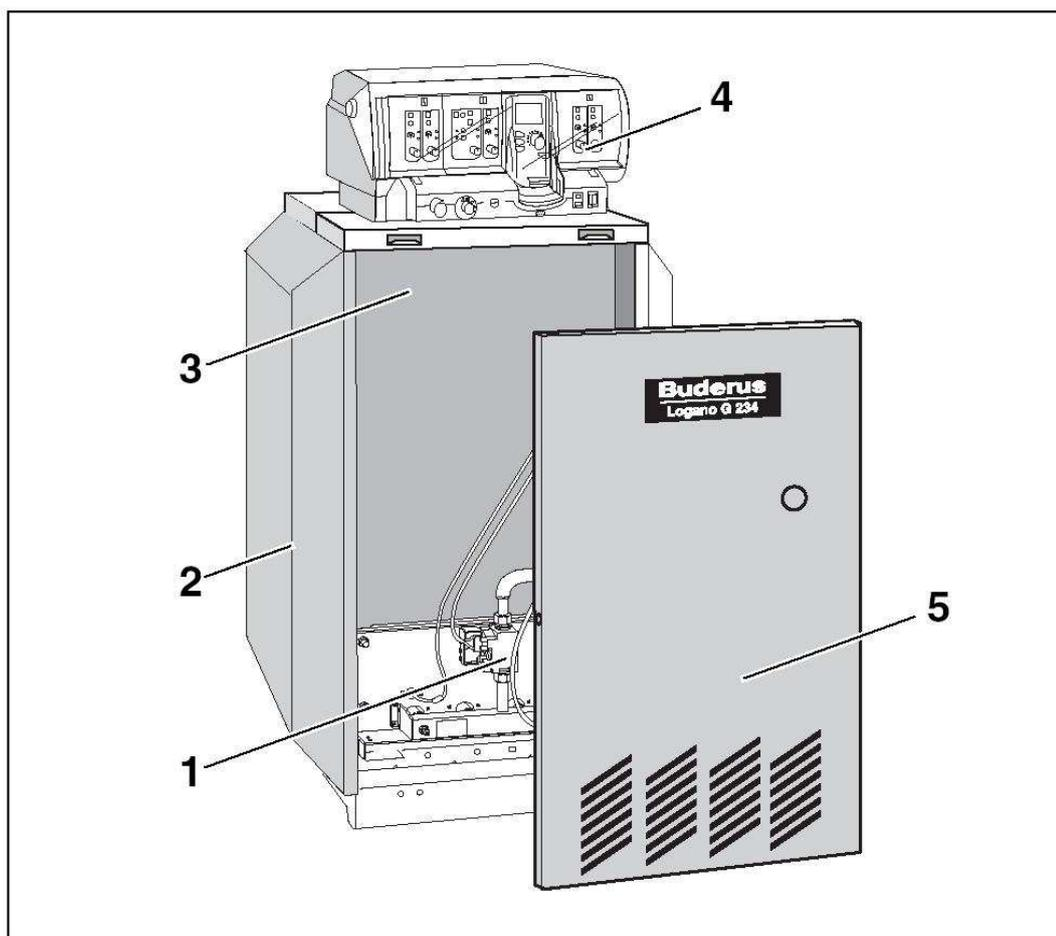

Рис. 1. Отопительный котел Logano G234
Специальный газовый водогрейный отопительный котел Logano G234 (рис. 1) укомплектован на заводе газовой горелкой и системой управления.
- Котловой блок с теплоизоляцией (рис. 1, поз. 3) и газовой атмосферной горелкой (рис. 1, поз. 1).
- Обшивку (рис. 1, поз. 2) и переднюю стенку котла (рис. 1, поз. 5).
- Система управления (рис. 1, поз. 4).